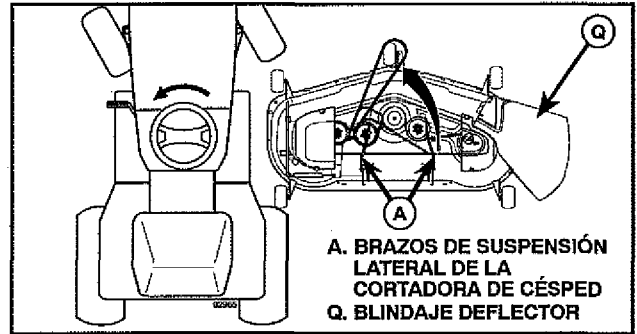

Fig. 7
4. DESLICE LA CORTADORA DE CÉSPED DEBAJO DEL TRACTOR (Vea Fig. 7)
**AVISO:** asegúrese de que los brazos de suspensión lateral de la cortadora de césped (A) estén orientados hacia adelante antes de deslizar la cortadora de césped debajo del tractor.
## 9. INSTALE LA CORREA EN LA POLEA DEL EMBRAGUE DEL MOTOR (M) (Vea Fig. 7 y 15)
- Desenganche la varilla tensora de la correa (K) de la escuadra de bloqueo (L).
- Instale la correa en la polea del embrague del motor (M)